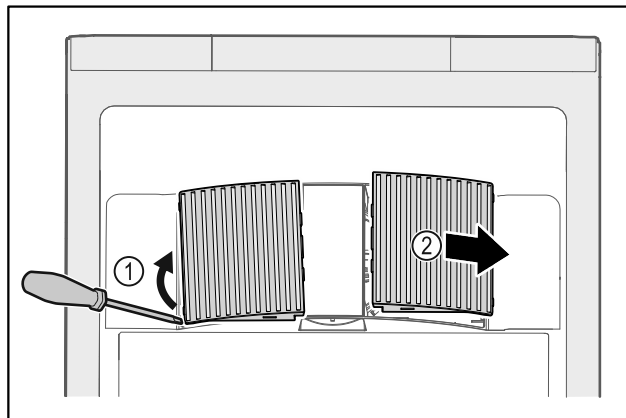

Fig. 171
- ▶ Óvatosan feszegesse le a ventilátor burkolatait oldalról Fig. 171 (1), és emelje le őket előrefelé Fig. 171 (2).